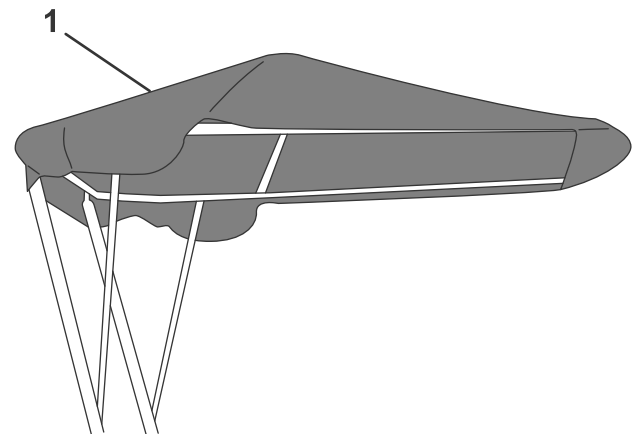

Figure 5
14. Enfilez le pare-soleil sur l'arceau avant et tirez-le en arrière par-dessus l'arceau arrière (Figure 5). Inclinez plus ou moins l'arceau supérieur pour tendre ou détendre le pare-soleil.